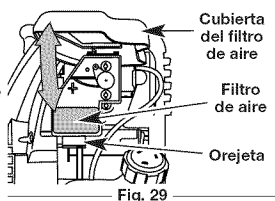

Fig. 29
1. Abra la tapa del filtro de aire. Empuje hacia adentro la lengüeta que está en lado inferior de la tapa. Después hale hacia afuera y arriba la tapa del filtro de aire. (Fig. 29).
7. Instale de nuevo la tapa del filtro de aire. Haga coincidir las ranuras que hay en la parte superior de la tapa del filtro de aire con las lengüetas de la parte superior de la placa posterior (Fig. 29).
8. Gire la tapa hacia abajo hasta que la lengüeta de la placa posterior del filtro de aire se enganche en la ranura de la tapa del filtro de aire (Fig. 29).